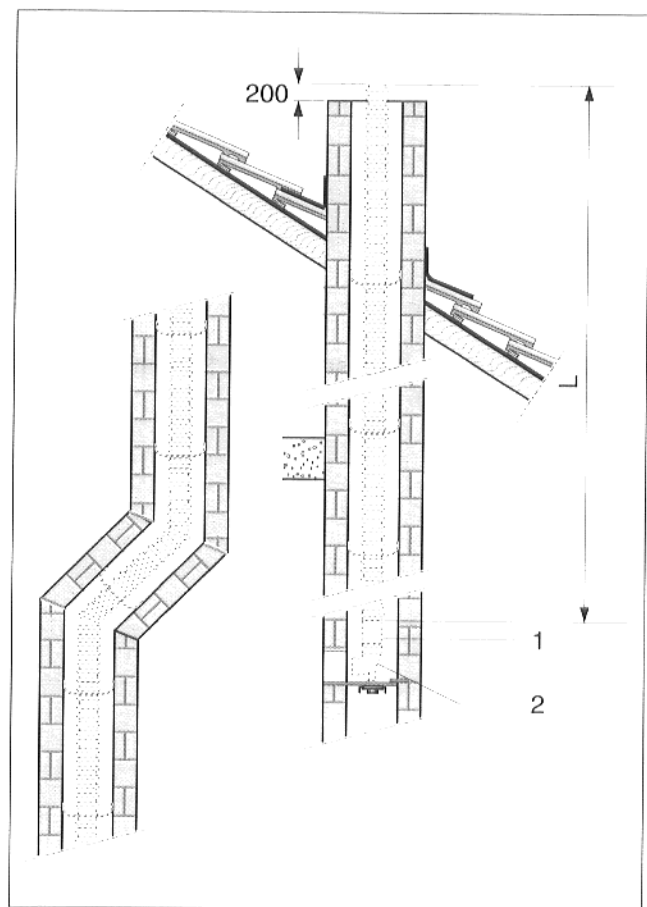

Abb. 21 Rohrlänge
- Erforderliche Rohrlänge L (Abb. 21) zwischen dem Anschlußstück (Abb. 21, Pos.1) und Schornsteinkopf einschließlich eines Überstandes von 200 mm ermitteln (z.B. mit einem Lot). Abmessung des Stützbogens (Abb. 21, Pos. 2) beachten.